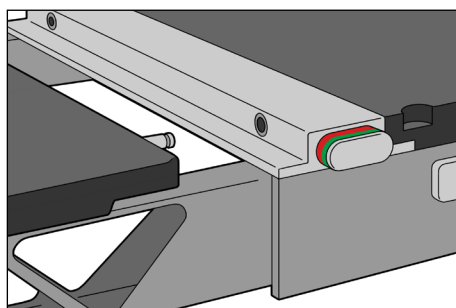

Fig. 1
1. Îndepărtați insertul kVue. (Fig. 1)